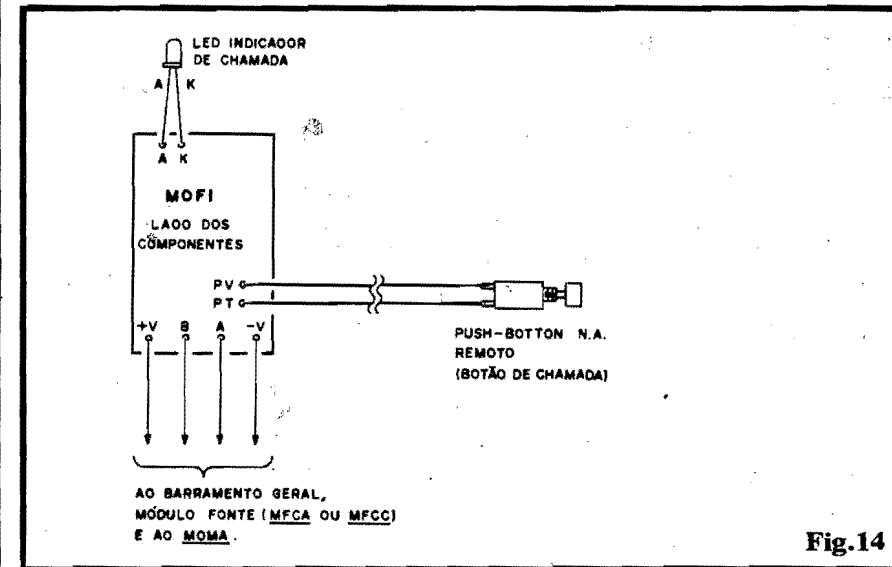

Fig.14
- **FIG. 14 - CONEXÕES EXTERNAS DO MOFI** - Conforme já foi dito, o **push-button** (que - no caso - está fisicamente "lá longe", instalado remotamente no ponto de chamada...) não tem polaridade em seus terminais... Já o LED deve ter suas "pernas" cuidadosamente identificadas antes de serem ligadas à placa. Notem que na maioria das acomodações finais, e dependendo muito do "jeitão" que se queria dar ao painel do QTC, o LED indicador deverá ser ligado à placa não diretamente, mas sim através de um par de fiozinhos finos... Em qualquer caso, **ATENÇÃO** à identificação dos fios/terminais.
Observem que, na fig. 14, as conexões ao botão de chamada remoto (**push-button** N.A.) são feitas com um par de fiozinhos, ou cabinho paralelo isolado...). Entretanto, considerando que um dos dois "percursos" corresponde, elétrica-